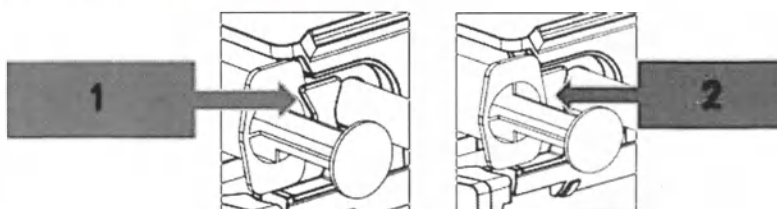

Рис. 17. Фиксация рукоятки цилиндра шприца.
Убедитесь, что рукоятка цилиндра шприца прижимается к корпусу помпы фиксатором рукоятки цилиндра шприца, как показано на рис. 17(1). На рис. 17(2) показана неправильная установка рукоятки цилиндра шприца.